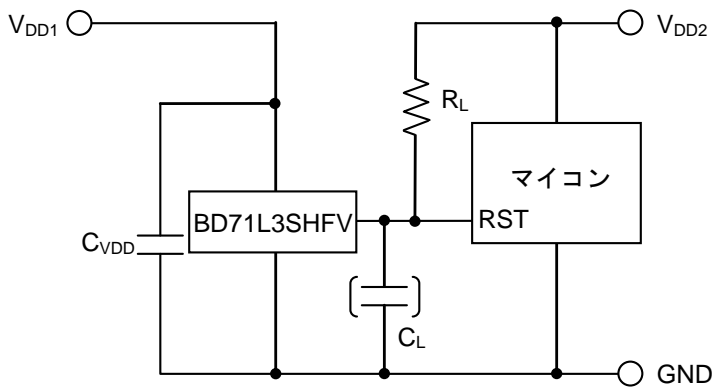

Figure 16. 通常の応用回路例
① マイコンの電源 V_{DD2} と検出用電源 V_{DD1} が異なる場合: Figure 16 のように出力に負荷抵抗 R_L を V_{DD2} 側につけてお使いください。
② マイコンの電源と検出用電源が同一 (V_{DD1}) の場合: R_L を V_{DD1} 側に接続してもお使いいただけます。